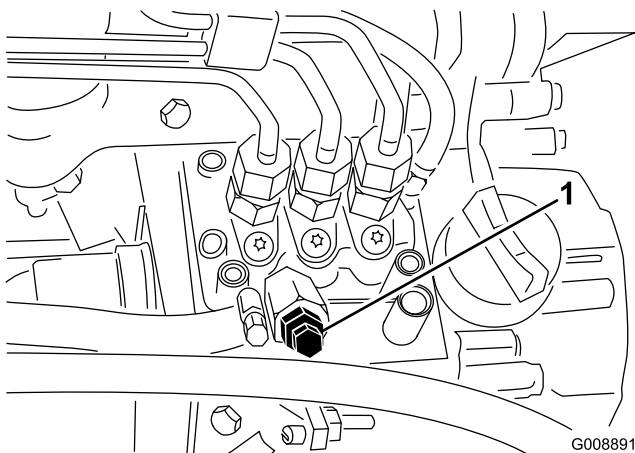

図 25
3. 燃料噴射ポンプについているエア抜きネジ(図 25)をゆるめる。